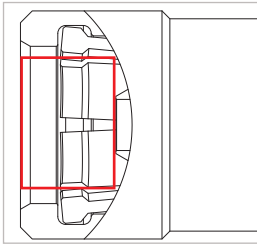

Abbildung 9
- ▶ Spülen Sie vor der Überprüfung unbedingt das WEH® Produkt mit Druckluft oder Stickstoff an folgenden Stellen (*Abbildung 9*):